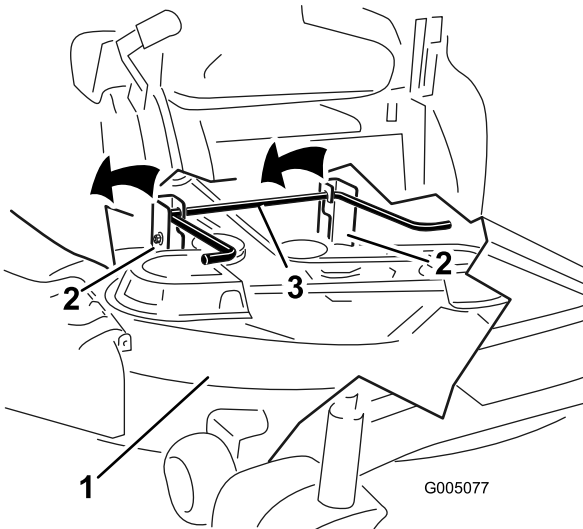

Figure 68
5. Soulevez et enlevez le plateau de coupe et les supports de la tige de levage arrière et abaissez la tondeuse au sol avec précaution (Figure 68).
- Soulevez l'arrière du plateau de coupe et guidez les supports sur la tige de levage arrière (Figure 68).